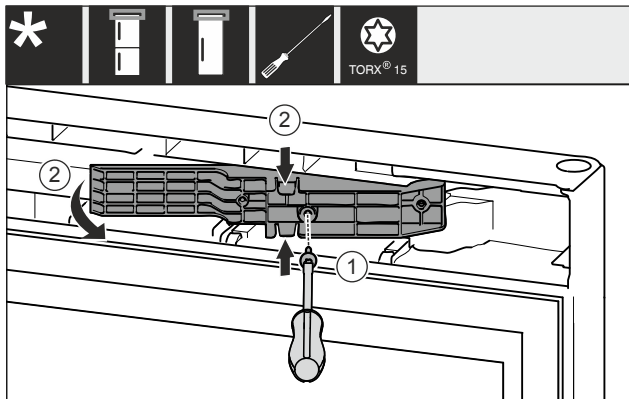

Fig. 12\*
- ▶ Atsuktuvu T15 atlaisvinkite varžtus. Fig. 12 (1)\*
- ▶ Ištraukite adapterį. Fig. 12 (2)\*